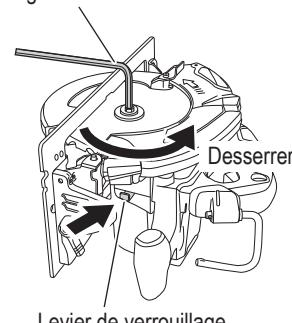

Fig. 14
- (1) Appuyer sur le levier de verrouillage, verrouiller l'arbre, et retirer le boulon à bride hexagonal et la rondelle (B) à l'aide de la clé hexagonale 5 mm. (Fig. 14)